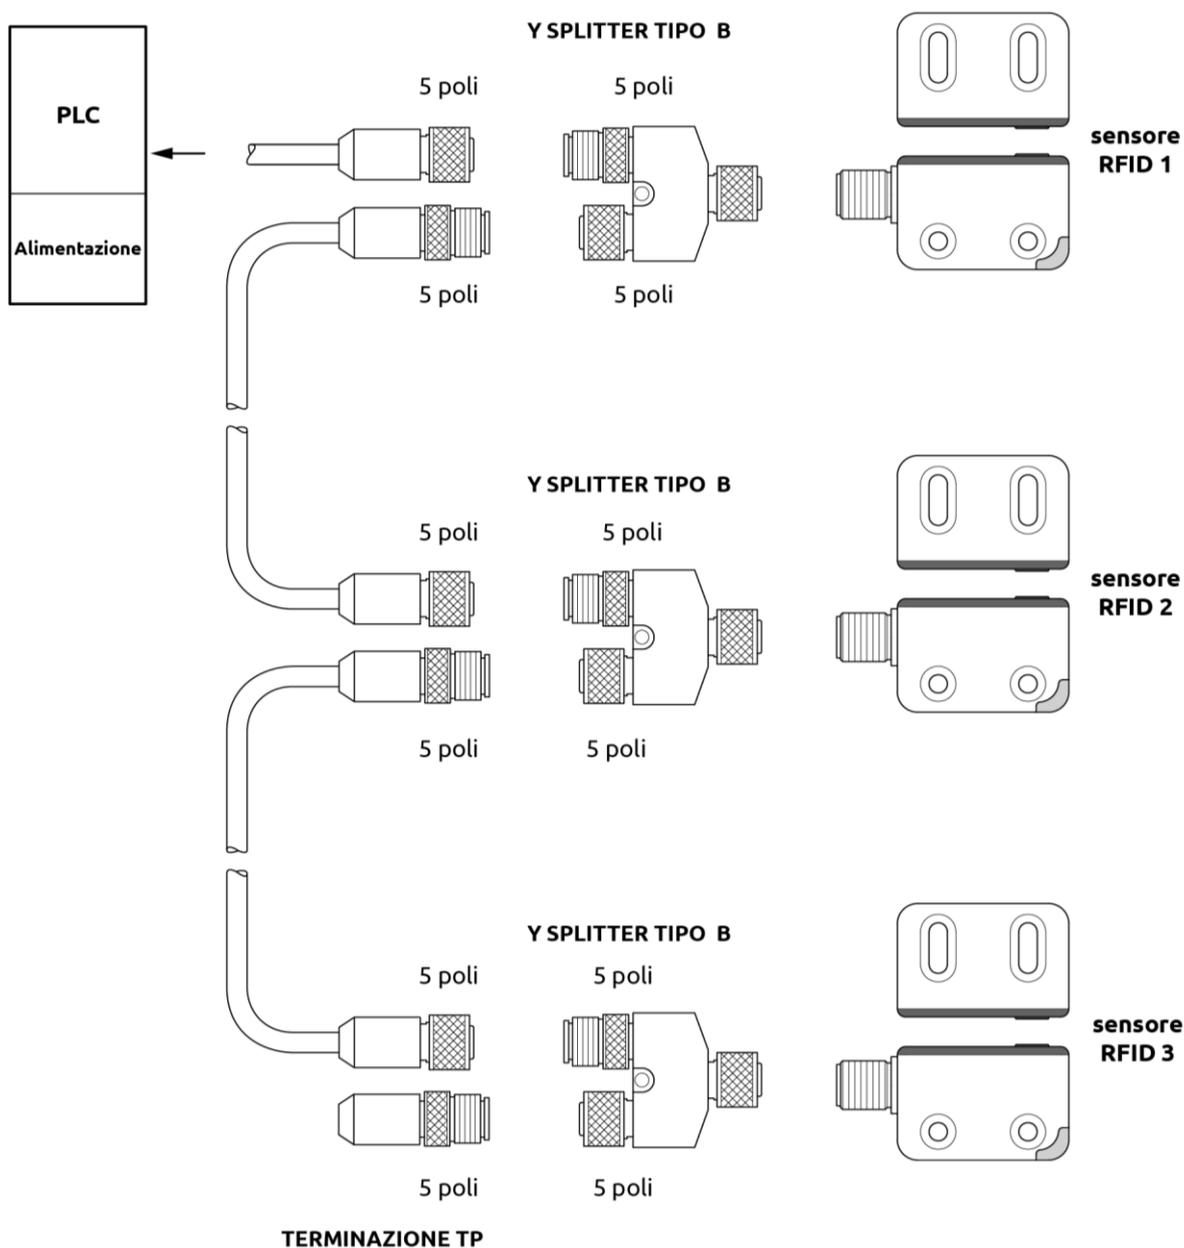
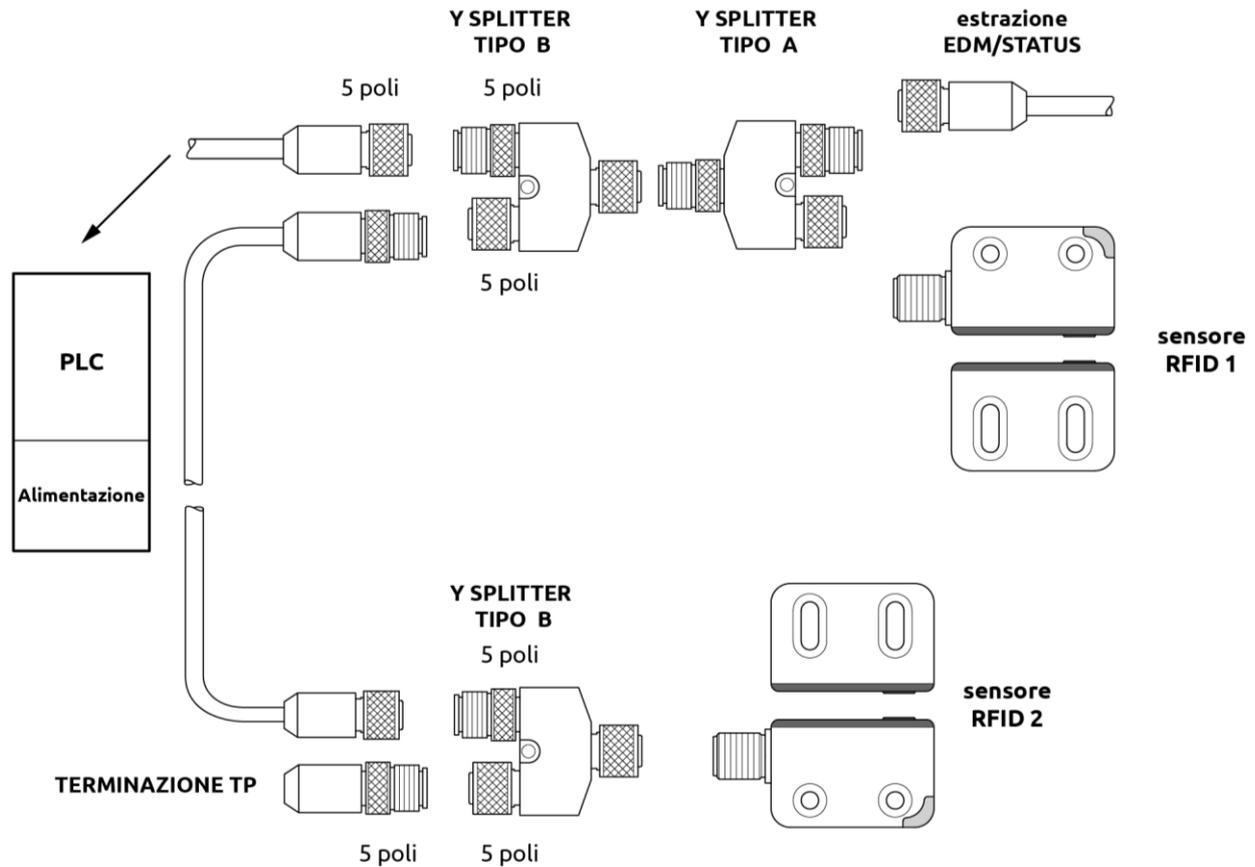
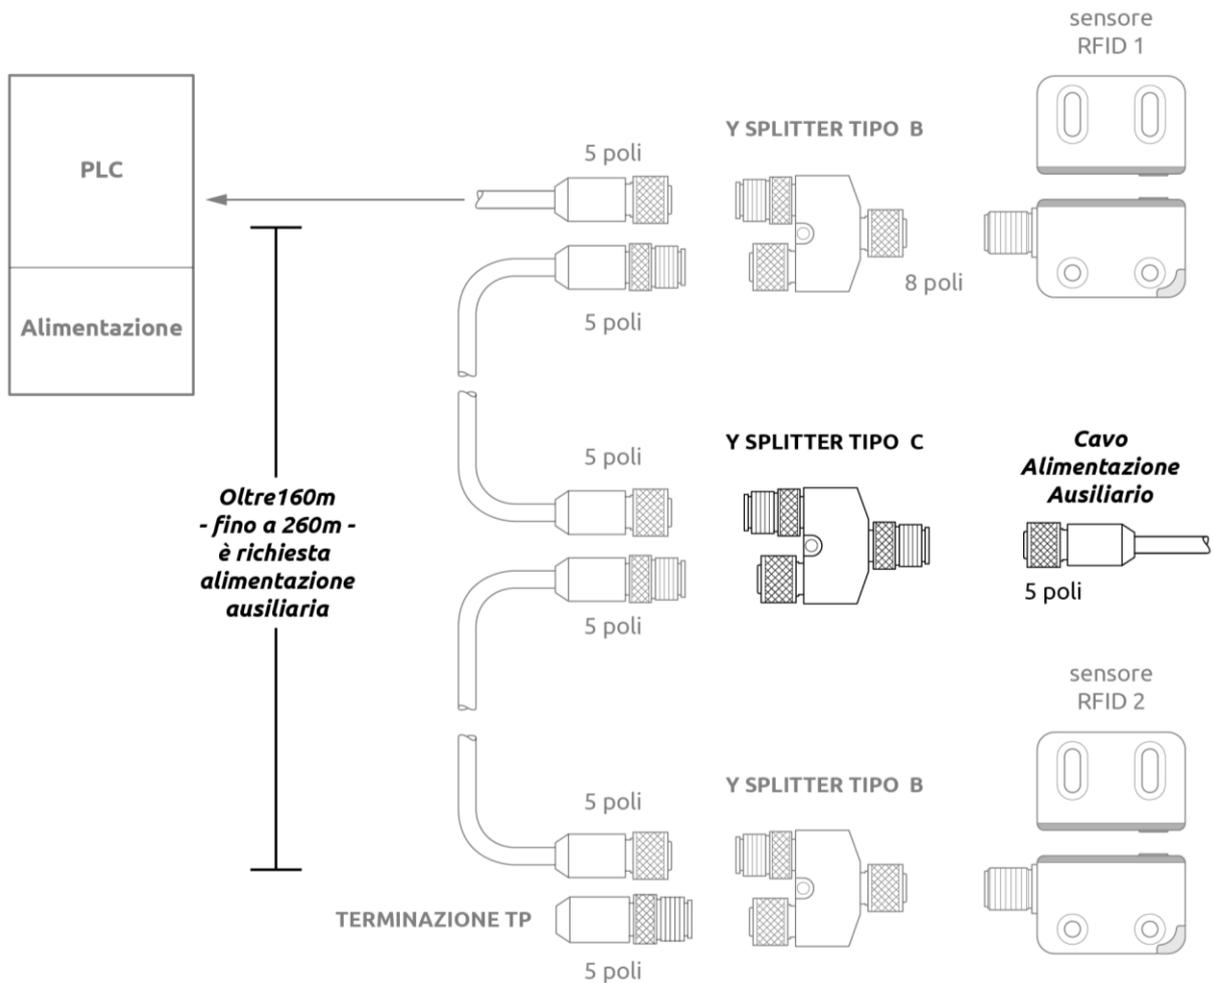

Figura 18 - Modo seriale tramite connettori "Splitter" (R-Safe RFID Pro)
Figura 19 - Modo seriale con STATUS / EDM (R-Safe RFID Pro)
Figura 21 - Alimentazione ausiliaria (R-Safe RFID Pro)
- ➔ Per un collegamento più rapido e sicuro, Reer consiglia di utilizzare i connettori splitter, come illustrato in Figura 18, Figura 19 e Figura 21.